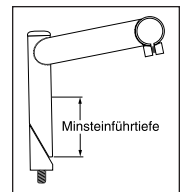

Fig. 1
4. Bei Gabelschaftrohren mit Gewinde den Vorbau bis zu einer minimalen Tiefe entsprechend den Vorschriften der CPDC- und JIS-Normen einschieben. Die Einschubtiefe des Vorbaus muß mindestens das 2,5-fache des Durchmessers des Vorbaus betragen, gemessen vom unteren Ende des Vorbaus, nicht des Keils (siehe Abb. 1).